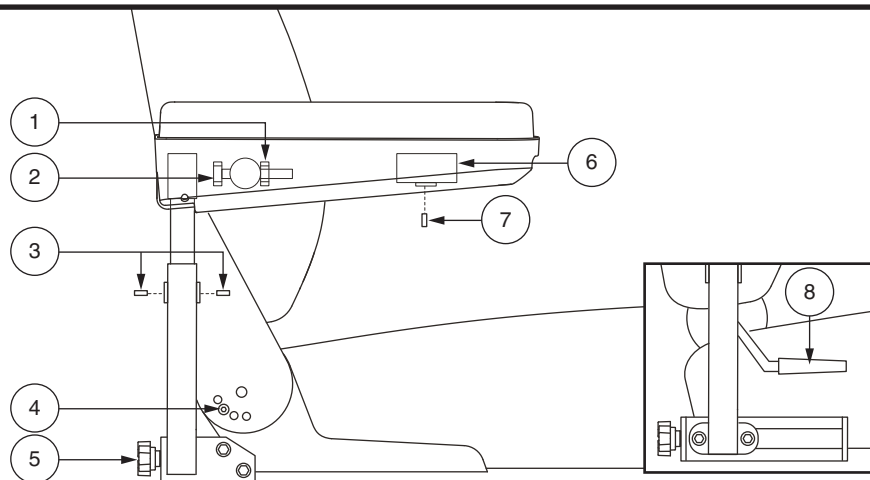

Bild 12. Einstellung der Rücken-/Armlehnen
Falls Ihr Elektrorollstuhl mit einem Liegesitz ausgestattet ist, können Sie den Rücklehnenwinkel mit dem Lösehebel der Rücklehnen einstellen. **Siehe Bild 12.**
4. Heben Sie die Armlehne so, dass Sie senkrecht aufsteht. **Siehe Bild 12.**
1. Lockern Sie die beiden Feststellschrauben, die sich auf dem Griffstück der Armlehnen befinden. **Siehe Bild 12.**
3. Lockern Sie die Feststellschraube an der Steuerungshalterung. **Siehe Bild 12.**
5. Lösen Sie die Feststellschraube an der Unterseite jeder Armlehne. **Siehe Bild 12.**